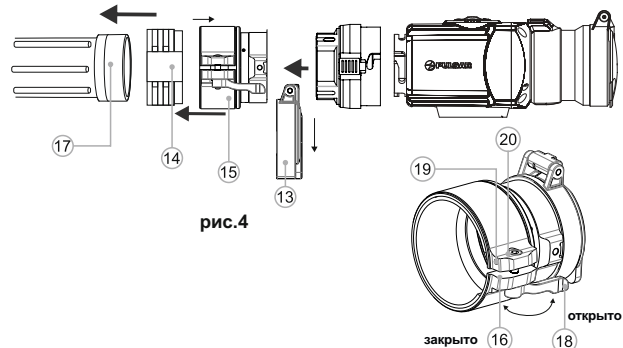

рис.4
- Снимите крышку (13) с адаптера, повернув ее против часовой стрелки.
- Установите вкладыш (14) в адаптер (15) до упора (рис.4) **Вкладыш должен устанавливаться суженной частью вперед!**
- Установите до упора адаптер с вкладышем на объектив (17) дневного прибора (рис.4).
- Переведите рычаг (18) из первоначального положения “открыто” в положение “закрыто” (рис.4). Проверьте, плотно ли адаптер прилегает к объективу.